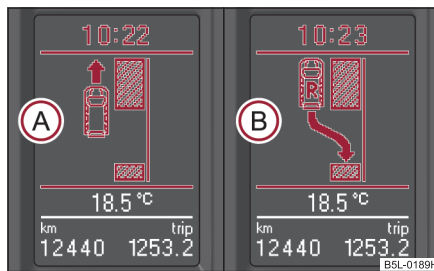

Fig. 152 Display-ul cu informații: spațiul de parcare găsit cu o indicație de a vă deplasa înainte (A) și de a selecta treapta de marșarier (B)
⇒ pagina 128, fig. 152 (A).
- Continuați deplasarea până apare afișajul ⇒ pagina 128, fig. 152 (B).